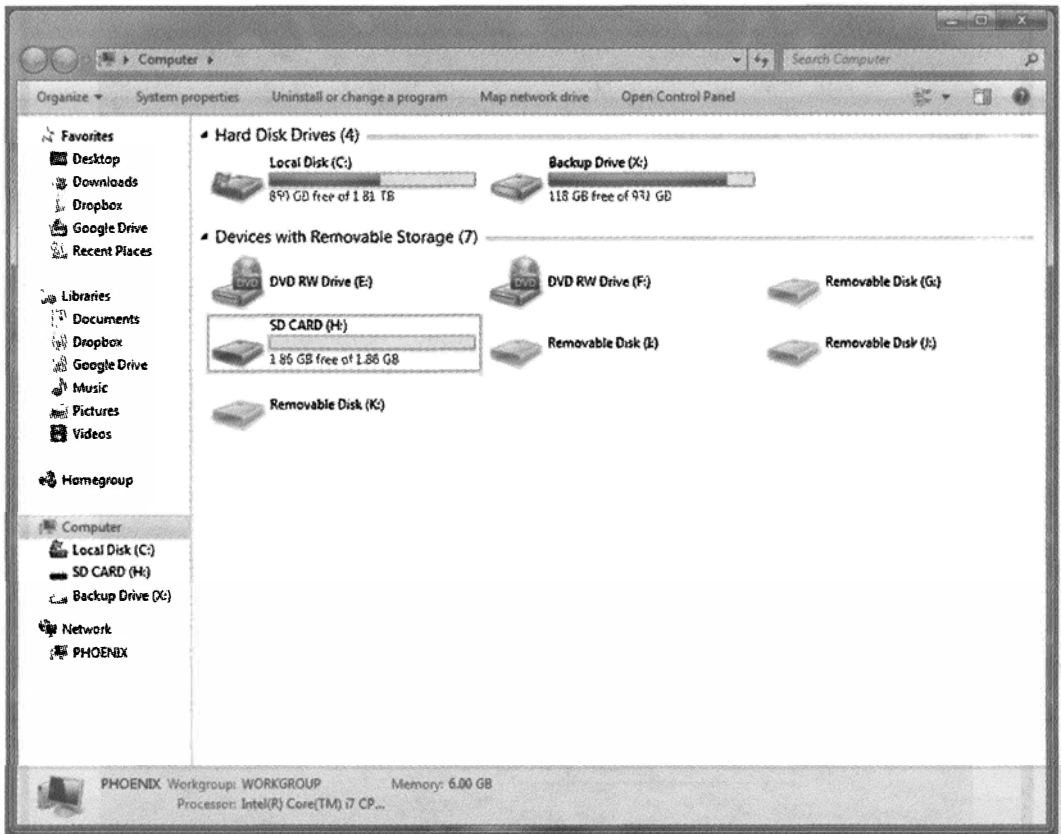

Рис. 13.1. SD-карта в окне Computer
1. Вставьте SD-карту в картридер. Откройте окно **Computer (Мой компьютер)** (рис. 13.1).